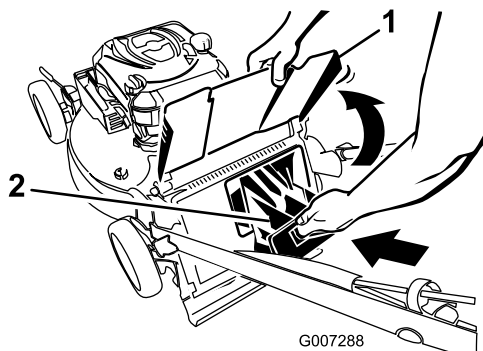
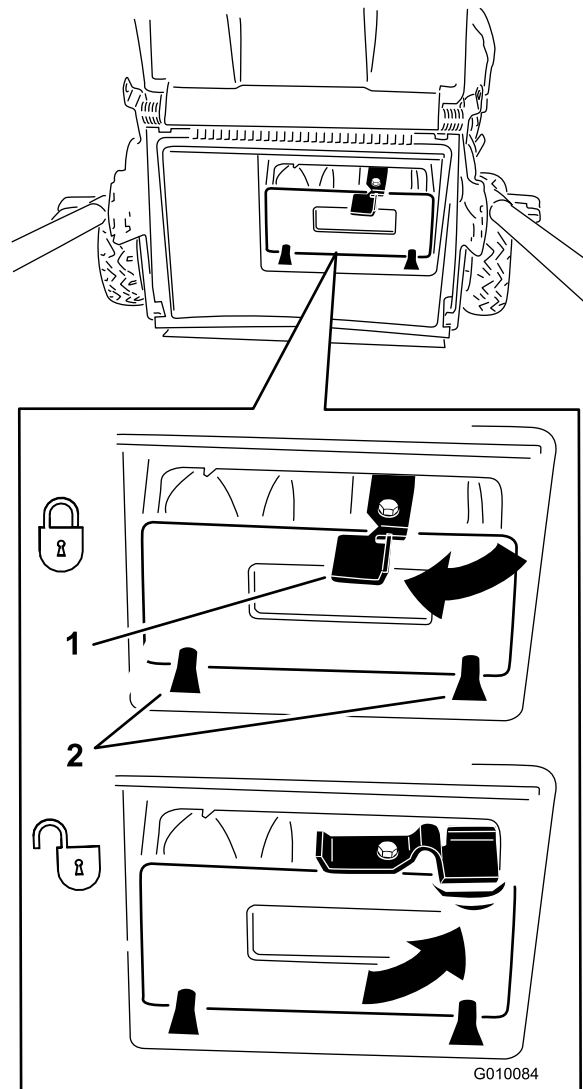

Figure 19
Figure 20
**Important:** Vérifiez que l'obturateur de l'éjecteur arrière est bien verrouillé en place. Pour enlever l'obturateur : relevez le déflecteur d'éjection (Figure 19), appuyez fermement sur l'obturateur jusqu'à ce qu'il s'enclenche en position derrière les languettes, et tournez le levier situé sur l'obturateur vers la gauche (Figure 20).
**Remarque:** Pour déverrouiller l'obturateur, tournez le levier situé dessus vers la droite (Figure 20).